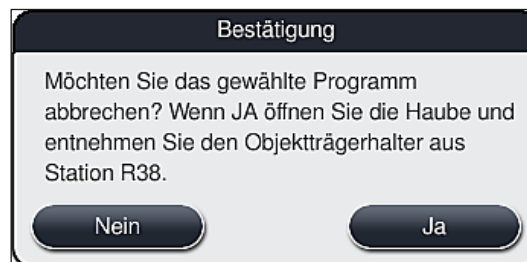

Abb. 91
5. In der folgenden Meldung (→ "Abb. 91") mit der Taste **Ja** den Programmabbruch bestätigen oder mit **Nein** zur Prozessstatusanzeige zurückkehren.
Die Hinweise der Meldung (→ "Abb. 91") sind unbedingt zu beachten.